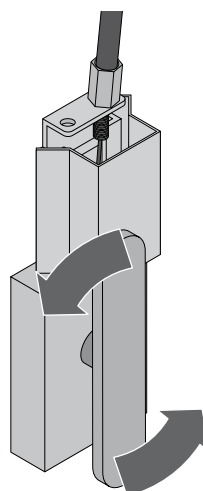

Fig. 2
- **Desbloqueo de cuerda exterior ASB2 (fig. 2):**